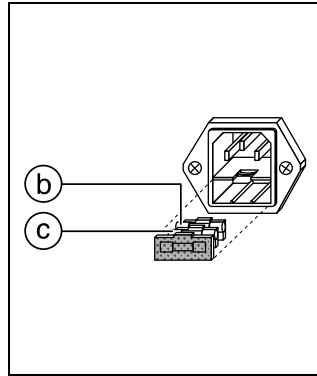

Fig. 2.2
Defekte Sicherung ② durch neue, auf richtigen Sicherungswert überprüfte Sicherung ③ ersetzen (Fig. 2.2).
Replace defective fuse ② with a new one which has been checked for the correct rating ③ (Fig. 2.2).